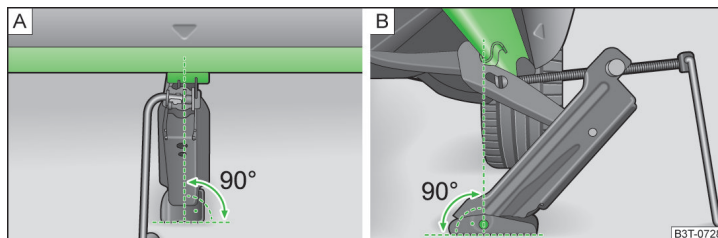

Abb. 150 Wagenheber ansetzen
Die Aufnahmepunkte befinden sich am Metallsteg des Unterholms auf der Fahrzeugunterseite. Deren Positionen sind mittels Markierungen in der Seitenfläche des Unterholms eingepreßt » Abb. 150.
- Die Grundplatte des Wagenhebers mit ihrer gesamten Fläche auf einem geraden Untergrund abstützen und sicherstellen, dass sich der Heber in senkrechter Position zum Aufnahmepunkt befindet » Abb. 150 - A.
- Den Wagenheber unter dem Aufnahmepunkt mit der Kurbel so weit hoch drehen, bis seine Klaue den Steg umfasst » Abb. 150 - [B].